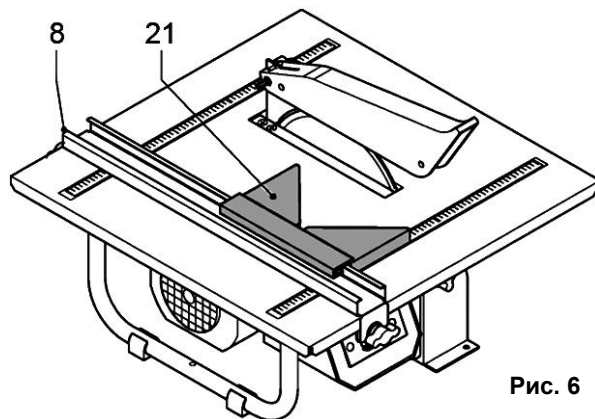

Рис. 6
Распиловка по диагонали (См. Рис.6)
- Установите параллельную направляющую (8)(См. Рис.6) на необходимом расстоянии от кромки.
- Приложите направляющий блок (21) к параллельной направляющей.
- Вложите плитку углом в паз блока (21).
- Включите плиткорез, протяните блок (21) по направляющей вперед на отрезной диск.